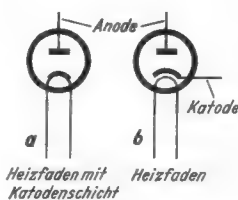

Bild 8.6. Symbole für a) direkt, b) indirekt geheizte Zweipolröhre
**Bild 8.6** stellt mit a und b noch einmal die Schaltsymbole für die beiden besprochenen Gleichrichterröhren nebeneinander. Am meisten begegnet man in der Praxis, besonders bei Verstärkerröhren, der Darstellung nach **Bild 8.7** für eine beheizte Katode, bei der der Heizfaden ganz weggelassen